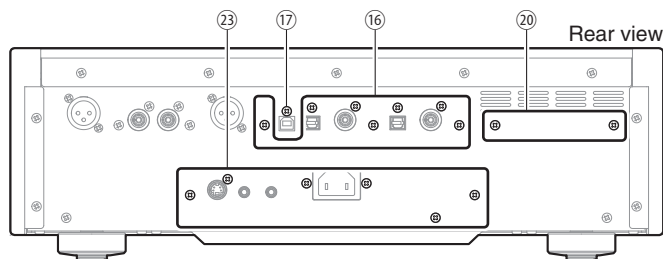

Fig. 8
- b. Remove 7 screws (16) and screw (17). (Fig. 8)
- c. Remove 2 screws (20). (Fig. 8)
- c. Remove 6 screws (23). (Fig. 8)
- b. 16 のネジ 7 本、17 のネジ 1 本を外します。(Fig. 8)
- c. 20 のネジ 2 本を外します。(Fig. 8)
- c. 23 のネジ 6 本を外します。(Fig. 8)